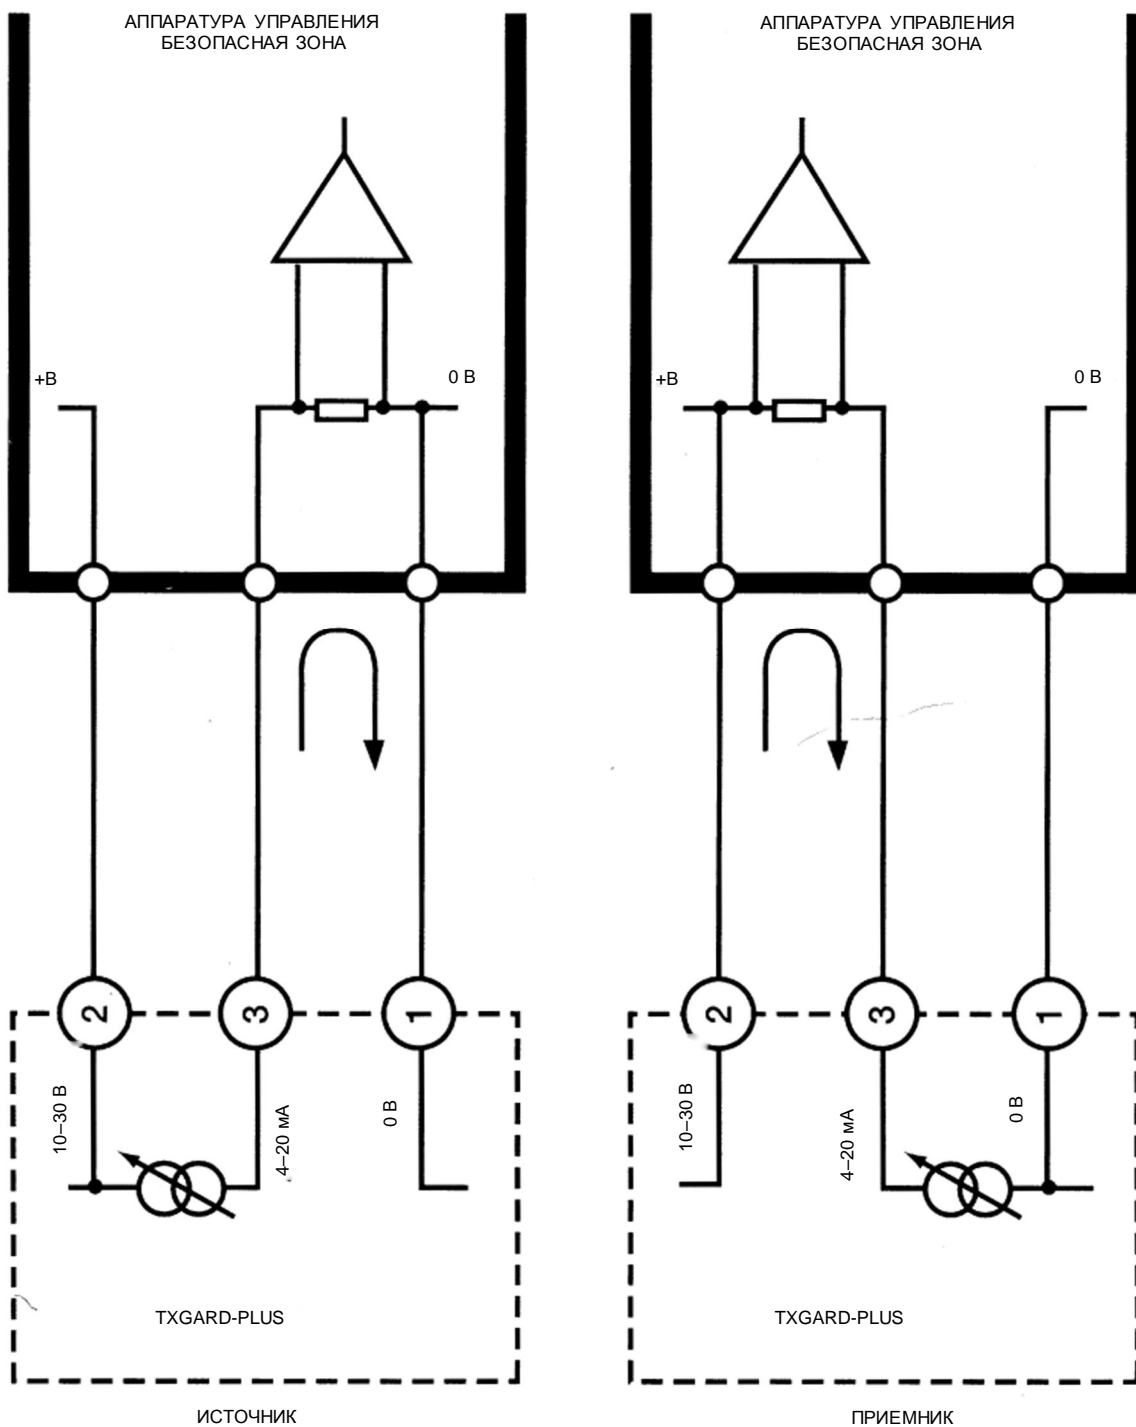

Рис. 3: Электрические соединения газоанализатора TXgard-Plus
Все соединения осуществляются посредством клеммной колодки, смонтированной в основании распределительной коробки (см. рис. 2). Три провода датчика 96HD имеют условную окраску и подключаются к выводу соответствующего цвета (выводы 4, 5 и 6). Выводы 1 (0 В пост. тока), 2 (12–30 В пост. тока) и 3 (сигнал 4–20 мА) подключают к аппаратуре управления. Заводские настройки газоанализатора TXgard-Plus – источник питания 4–20 мА, если при заказе не указано иное (см. Раздел 2 Изменение конфигурации). На рис. 3 обобщены все электрические соединения.
- b Снять усилитель и проверить наличие всех электрических соединений и их правильность в соответствии с рис. 3.